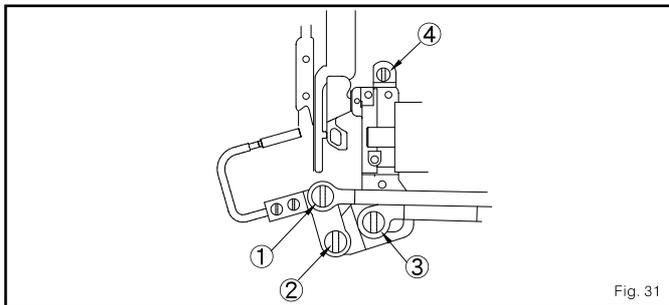

Fig. 31
1. Desensamblar o rebordeador de equipamento com os seguintes passos: (fig. 31)